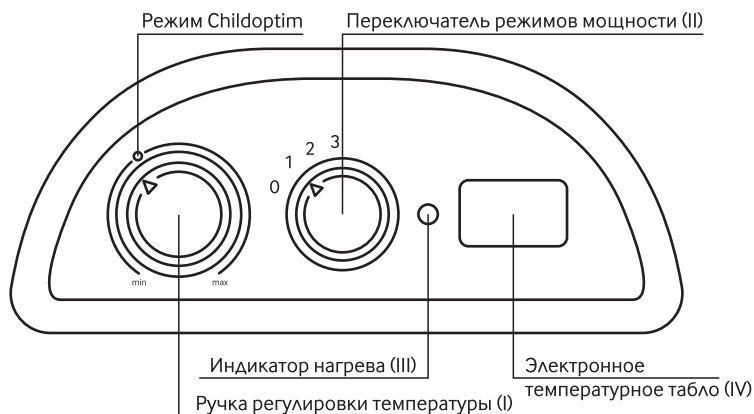

Рисунок 6: Панель управления
4.3 С помощью переключателя режимов мощности II (рис.6) выберите желаемую мощность нагрева («0» - выкл, «1» - 0,5 кВт, «2» - 1,5 кВт, «3» - 2 кВт).
4.5 При регулировки нагрева существует возможность установки температуры, рекомендованной для купания грудных детей (36,6 градусов +/- 2 градуса) – функция Childoptim – на шкале она обозначена точкой (см рис.6) и при повороте ручке регулировки температуры фиксируется в виде щелчка.